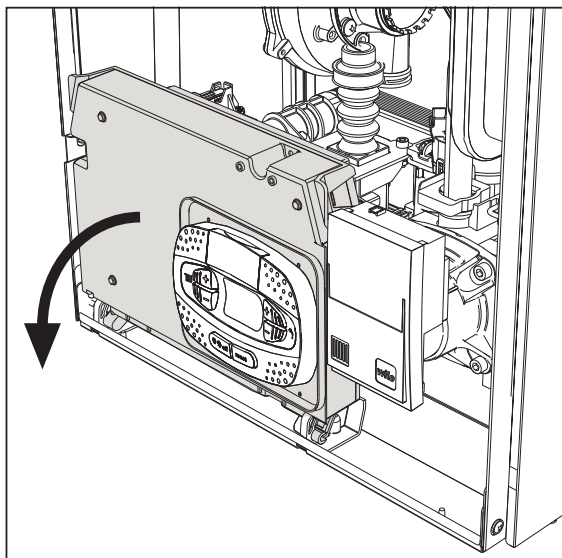
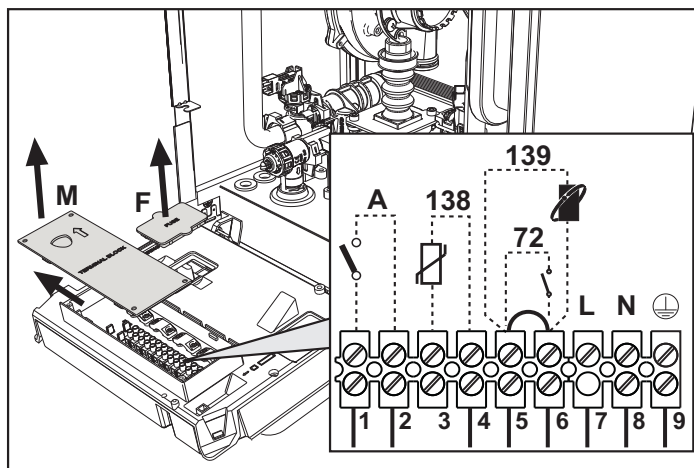

fig. 19
fig. 20
Dopo aver tolto il pannello frontale ( sez. "Apertura del pannello frontale" a pag. 33) è possibile accedere alla morsettiera (M) e al fusibile (F) seguendo le indicazioni descritte di seguito (fig. 19 e fig. 20). **I morsetti indicati nella fig. 20 devono essere a contatti puliti (non 230V).** La disposizione dei morsetti per i diversi allacciamenti è riportata anche nello schema elettrico alla fig. 62.